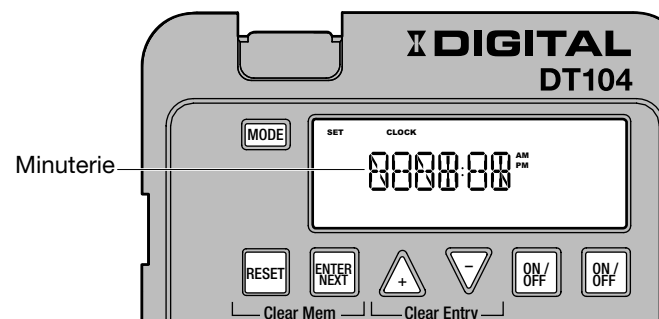

FIG. 8 Réglage de l'heure
1. Si nécessaire, appuyez à plusieurs reprises sur le bouton **MODE** jusqu'à ce que les mots SET et CLOCK (RÉGLER et HORLOGE) s'affichent dans la partie supérieure de l'écran. Voir FIG. 8.